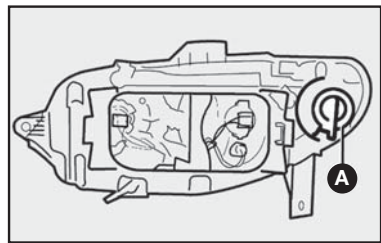

fig. 18
1) retirar o porta-lâmpadas **A-fig. 18** girando-o no sentido horário;